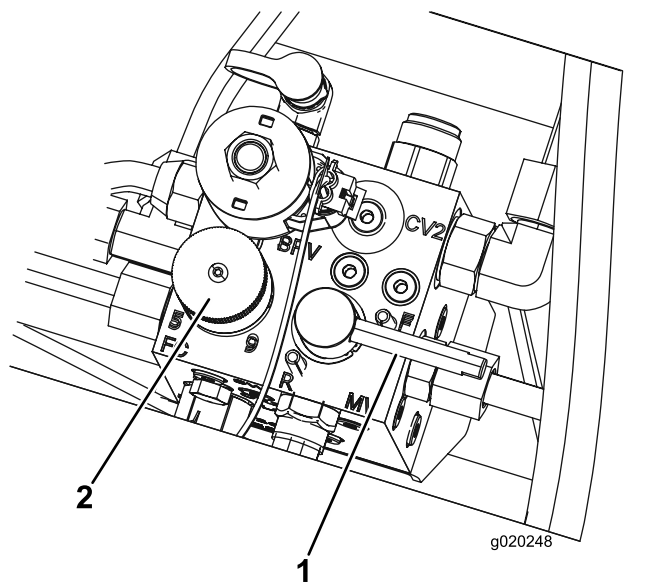

Figure 80
5. Réglez le bouton de commande de vitesse des cylindres à la position 1 (**Figure 80**).
6. Tournez le levier de rodage à la position R (rodage) (**Figure 80**).